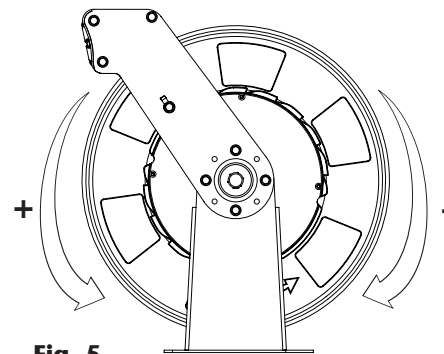

Fig. 5
3. Comience a recoger la manguera girando el tambor manualmente hasta que quede enrollada totalmente (el resorte deberá seguir neutro). Aplique entonces pretensión al resorte en sentido positivo según (fig. 5). No se debe aplicar más pretensión de la indicada la tabla 1, pues el resorte podría resultar dañado.
6. Aplique de pretensión según tabla 1, en sentido positivo según (fig. 5). No se debe aplicar más pretensión de la indicada pues el resorte podría resultar dañado.
4. Haga girar el tambor para incrementar o disminuir la tensión según (fig. 5).